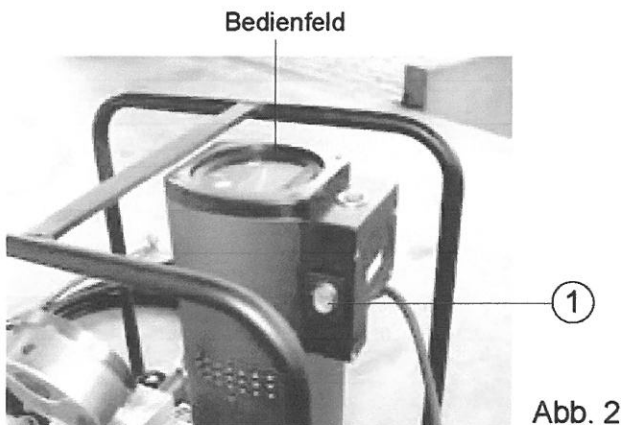
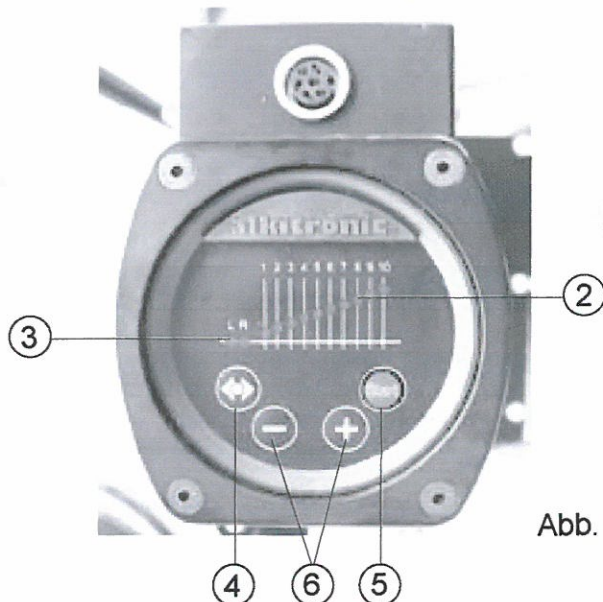

Abb. 2
Abb. 5
Bei Stromausfall oder Störung an der **EHP/EHPC-Hydraulikpumpe** den Motor unverzüglich abschalten (siehe Seite 7, Abb. 2) und den Hydraulikschrauber sicher ablegen.
Durch Drücken des Ein-Aus Schalters (1) (Abb. 2) wird die **EHP/EHPC-Hydraulikpumpe** ein- bzw. ausgeschaltet –
- **Notbedienung** = Manuelle Bedienung am Bedienfeld des Motors (Abb. 2 + Abb. 5, Seite 8)
Eine kleine Hydraulikschraubergröße benötigt einen kurzen Hydraulikzyklus und daher einen kurzen Zeitintervall - entspricht Stellung 1 am Bedienfeld (2), Abb. 5.
Eine große Hydraulikschraubergröße erfordert eher einen längeren Hydraulikzyklus, da mehr Hydrauliköl durch den Hydraulikzylinder gefördert werden muss und es daher einem längeren Zeitintervall bedarf - entspricht Stellung 10 am Bedienfeld (2), Abb. 5. Desweiteren ist erfahrungsgemäß bei einem hohen Drehmoment, bzw. bei einem hohen Druckaufbau am Hydraulikschrauber ebenfalls ein längerer Zeitintervall erforderlich. Diese entsprechenden Zeitintervalle sind vor Ort problemlos und einfach zu ermitteln und einzustellen (siehe unter Punkt 5.2.2.1).
Durch Drücken der Drucktaster am Bedienfeld + oder - (6) kann die Einstellung, dargestellt durch rote Leuchtdioden, nach oben oder nach unten verstellt werden (Abb. 5).
Die Drehrichtung des Motors und die daraus resultierende Flussrichtung der Hydraulikpumpe, wird durch Drücken des Drucktasters (4) erreicht. Dies ist erkennbar und dargestellt durch Leuchtdioden „L“ (links) und „R“ (rechts) (3). Durch Drücken des „START“ Drucktasters (5) wird der Motor in Gang gesetzt – der Hydraulikzylinder am Hydraulikschrauber fährt aus – dann wird durch den Drucktaster (4) die Flussrichtung umgekehrt und durch nochmaliges Drücken mit dem Drucktaster (5) fährt der Hydraulikzylinder wieder zurück (Abb. 5).
Aus Sicherheitsgründen und um eine zu **starke Temperaturerhöhung** zu vermeiden, ist in der **EHP/EHPC-Hydraulikpumpe** eine automatische Temperaturabschaltung integriert. Sollte die Hydraulikpumpe auf Grund zu hoher Temperatur abgeschaltet haben (**alle Leuchtdioden auf dem Bedienfeld blinken**, Abb. 5) ist sie nach einer kurzen Abkühlzeit wieder einsatzbereit (LEDs blinken nicht mehr).